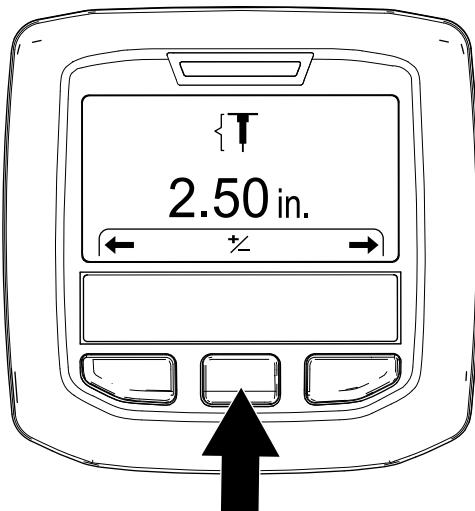

Bild 52
3. Drücken Sie die rechte InfoCenter-Taste, bis der Bildschirm „Einstellen der Lochtiefe“ angezeigt wird (Bild 51 und Bild 52).